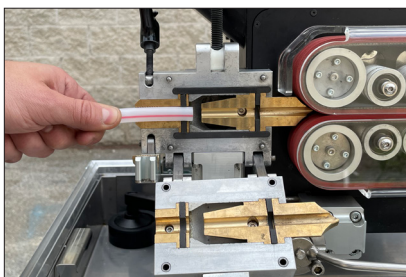

Abb. 1
- Die Klemmen des Rohradapters und des Kabeladapters öffnen und das Rohr in den Rohradapter einführen. (Abb. 1)